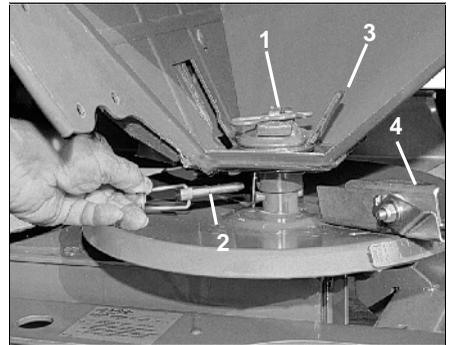

Fig. 40
- Pour débrayer l'agitateur (Fig. 40/1) retirez la goupille d'arbre (Fig. 40/2) placée sous le cône de trémie correspondant.